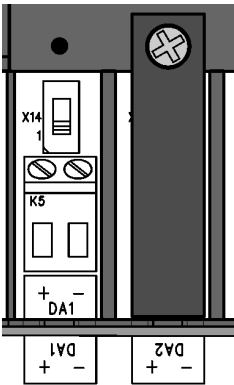

Abb. 10
2. Schließen Sie das nachgeschaltete Gerät an die entsprechenden Digitalausgänge (Klemmen DA1 und DA2) des DL230 an (s. Abb. 10).